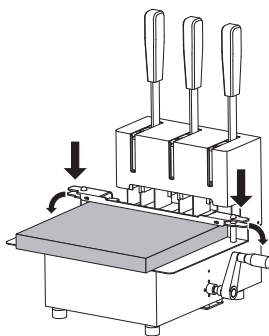
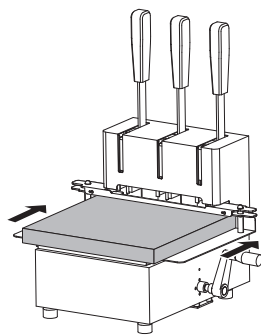
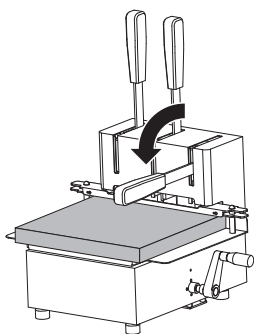

图2
图3
图4
2. 压下压纸器，再按下锁紧块。（图2）
3. 将工作台推入底部。（图3）
4. 依次用力下压手柄，直至钻头打穿文档并接触到刀垫为止。（图4）
- (1) 手切勿放在钻刀的下方，以免发生意外。
- (2) 把资料放到钻刀能打到的位置，并且保证打孔位置的周围有5mm以上的余量。（图2）
- (3) 打孔时特别注意：用力均匀、速度适中。
- (4) 在连续操作时，正常状态下打孔不费力，当遇到突然打孔变得费力，立即停止操作（这是纸屑出不去造成的堵刀），然后把装订资料拿开，拿4~5张70g/m2的复印纸打孔，一般打5~6下就能将堵在钻刀里的纸屑通出，当感觉不费力时即可继续操作。（或者将通针放在钻刀下（图3），缓慢按下手柄（图4），直至刀内纸屑被排除。）
- (5) 在正常使用一定次数后，钻刀刀口会变钝，需要更换钻刀。
- (6) 长时间不用的机器请先清空刀内纸屑，并在刀口加润滑油。
- (7) 注意要经常调整刀垫位置。
(图2)
(图3)
(图4)